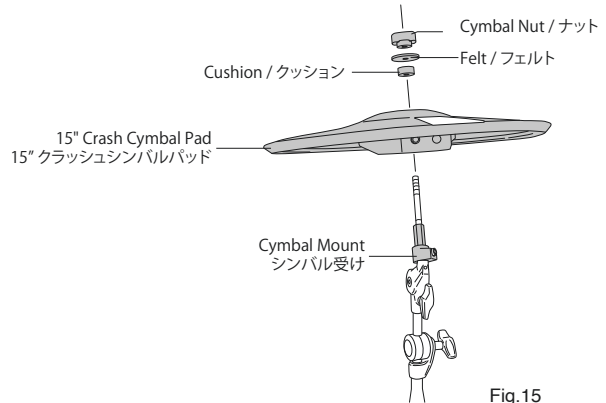

Fig.15
2. Place the 15" Crash Cymbal Pad onto the Cymbal Mount. Install the Cushion, Felt and Cymbal Nut as shown (Fig.15).
シンバル受けが付いたティルターを 15" クラッシュシンバルパッドの穴に通し、クッション、フェルト、ナットの順番に取付けます (Fig.15)。